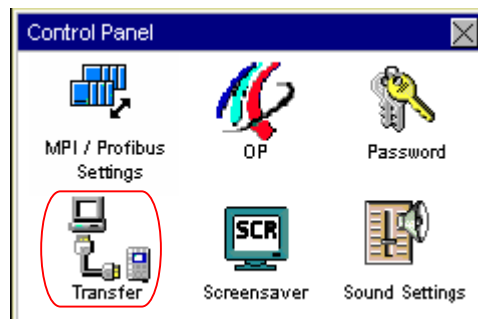

图 1-4 控制面板
2.进入控制面板后,双击“Transfer”,如图 1-4 所示。